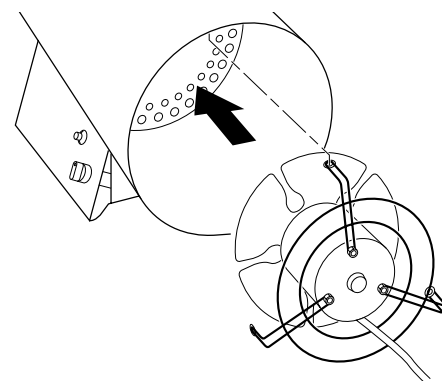

Figure 10 - Remise en place du moteur et de la grille du ventilateur
9. Mettre le moteur et la grille de protection du ventilateur en place dans l'arrière du corps de l'appareil. Vérifier que le cordon d'alimentation est placé correctement (voir la figure 10).